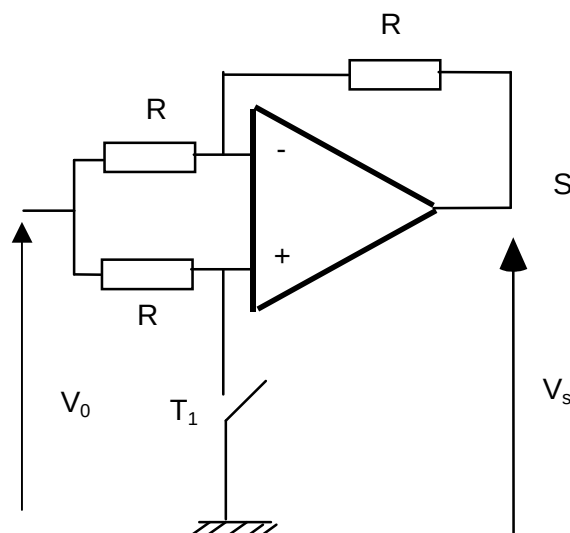
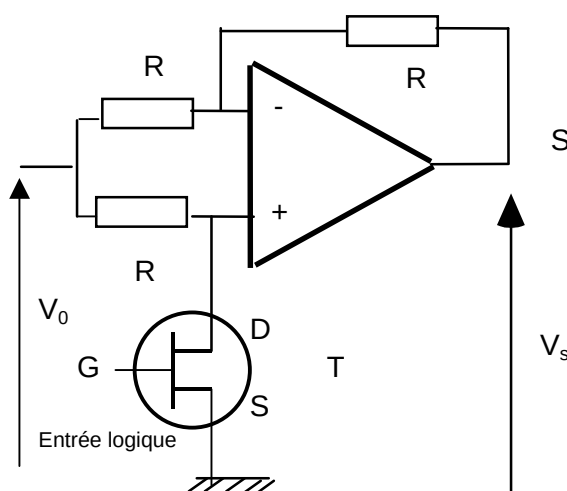

figure 2
figure 4
On étudie d'abord le montage présenté par la figure 2 suivante :
5) On reprend le montage de la figure 2, mais maintenant on considère que **l'interrupteur n'est plus idéal** (Figure 4). On pose R_{off} la résistance du transistor à l'état bloqué et r_{on} la résistance du transistor à l'état passant.